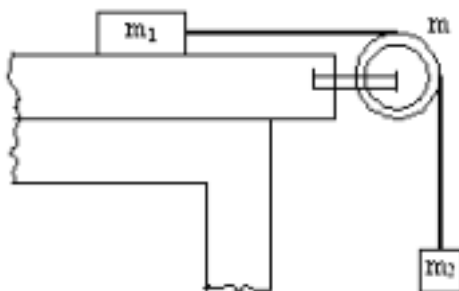

Рис. 6
17. Два тела массами $m_1=0,25\text{кг}$ и $m_2=0,15\text{кг}$ связаны тонкой нитью, переброшенной через блок (рис.6). Блок укреплен на краю горизонтального стола, по поверхности которого скользит тело массой m_1 . С каким ускорением a движутся тела и каковы силы T_1 и T_2 натяжения нити по обе стороны от блока? Коэффициент трения тела о поверхность стола равен $0,2$. Масса m блока равна $0,1\text{кг}$ и её можно считать равномерно распределённой по ободу. Массой нити и трением в подшипниках оси блока пренебречь.